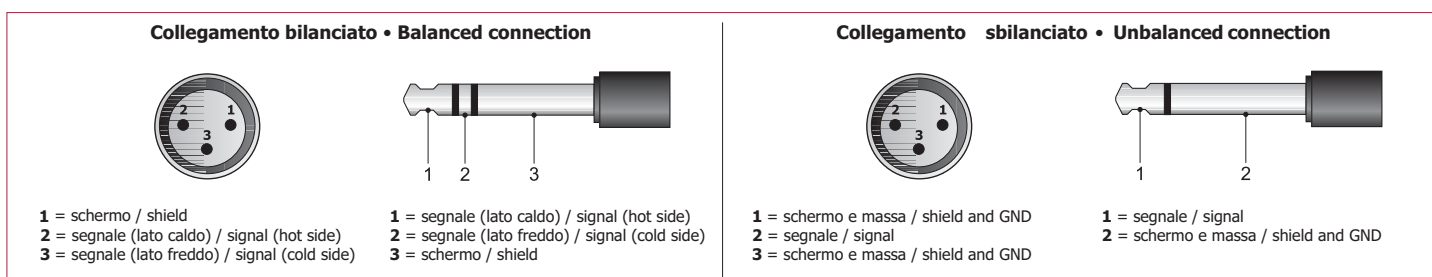

Fig. 3.2.1
Alla presa microfonica frontale **IN MIC.1 (2)** è possibile collegare microfoni dinamici bilanciati o sbilanciati dotati di spinotto jack 1/4", mentre alla presa XLR posteriore **MIC.2 (14)** è possibile collegare microfoni FBT di tipo dinamico e ad elettrete: i collegamenti a queste prese sono riportati nella Fig. 3.2.1. Ogni ingresso microfonico dispone di un proprio controllo di livello (3) per dosare opportunamente l'ampiezza dei vari segnali. L'ingresso microfonico **MIC. 1** dispone, inoltre, della funzione di precedenza automatica (VOX): parlando al microfono collegato a questo ingresso verranno automaticamente ammutoliti gli ingressi ausiliari e l'altro ingresso microfonico; il livello della soglia di attivazione del circuito di precedenza automatica, regolato dal controllo semifisso **A.P.T. (1)**, non è dipendente dalla posizione del controllo **MIC. 1 (3)**.
It is possible to connect dynamic balanced or unbalanced microphones with 1/4" jacks to the front-panel **IN MIC.1** socket (2), and FBT dynamic and electret microphones to the **MIC.2** XLR socket on the rear panel (14): the connections to these sockets are shown in Figure 3.2.1. Each microphone input has its own level control (3) for adjusting the amplitude of the various signals suitably. The **MIC.1** microphone input also has an automatic precedence function (VOX): when speaking into the microphone connected to this input, the auxiliary inputs and the other microphone input will be automatically muted; the level of the threshold for activation of the automatic precedence circuit - adjustable by **A.P.T.** control (1) - is independent of the position of the **MIC.1** control (3).